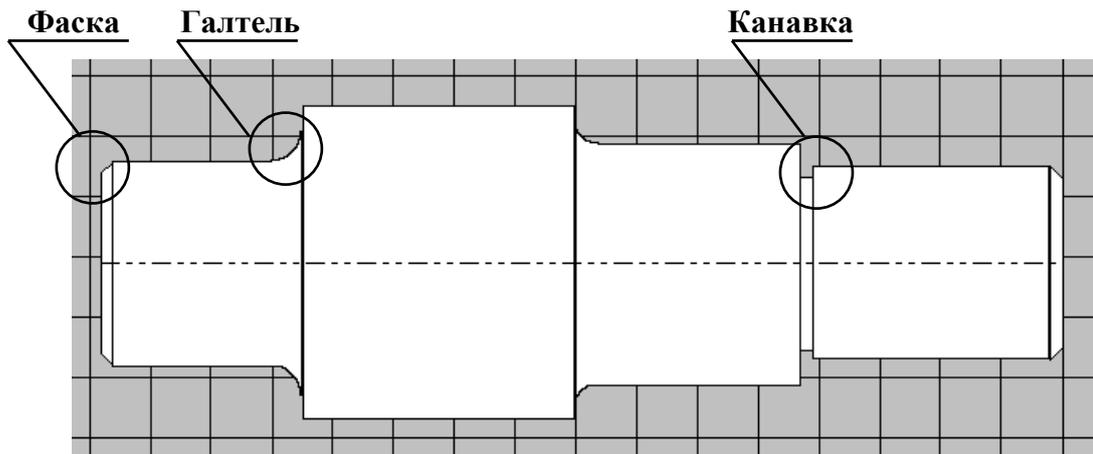
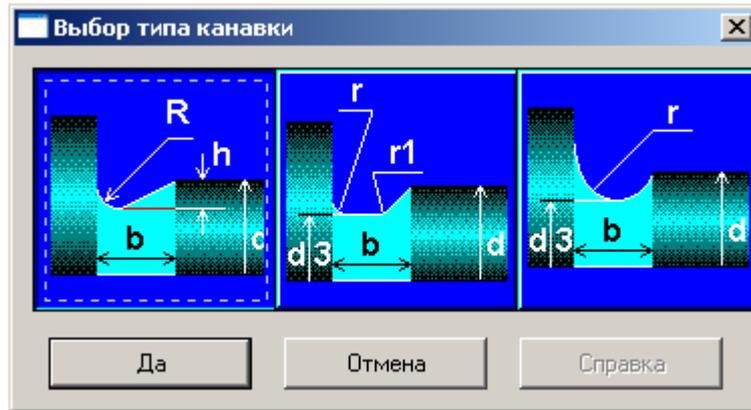

Рисунок 2.9 Редактор **APM Shaft**. Фрагмент вала с фасками, галтелями и канавкой
Рисунок 2.16 Диалоговое окно для выбора типа канавки
*Г а л т е л ь* – представляет собой переходный элемент, предназначенный для уменьшения концентрации напряжений в зоне контакта двух участков вала, имеющих различный диаметр (рисунок 2.9).
*Фаска* представляет собой небольшую коническую расточку на краю цилиндрического участка вала (рисунок 2.9).
Программа **APM Shaft** позволяет задавать канавки (см. рисунок 2.9) трех типов (рисунок 2.16). Чтобы задать канавку выберите команду **Задать - Канавка** . Далее поместите курсор в то место где вы хотите поместить канавку. На экране появится диалоговое окно (см. рисунок 2.16), которое позволит вам выбрать тип канавки. Вслед за ним будет показано окно (см. рисунок 2.17), в котором вы можете ввести параметры канавки. По умолчанию используются стандартные значения, которые зависят от диаметра вала.